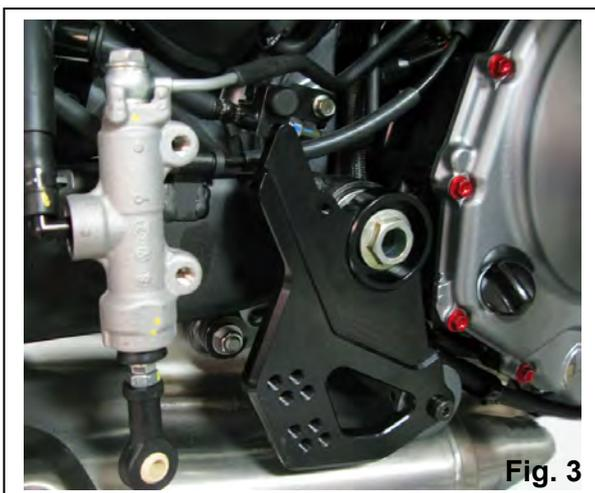

Fig. 3
3. Dopo aver completamente inserito il perno forcellone fissare la piastra di regolazione con la vite M8 x 25 testa bombata. (Fig. 3)
After fully inserting the swingarm pin fix the adjustable plate with the M8 x 25 screw head. (Fig. 3)